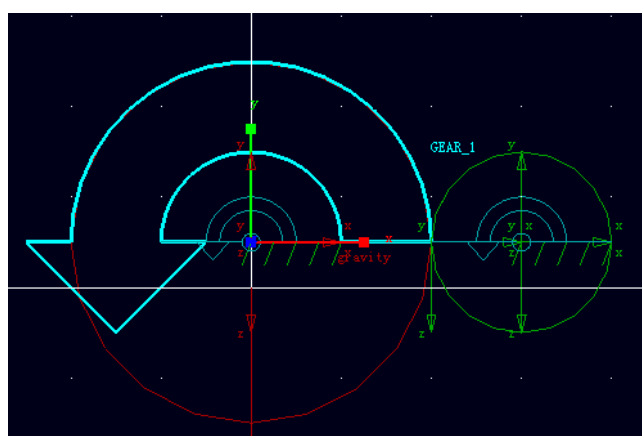

图 4-10 齿轮上的旋转驱动
4.6 在 **ADAMS/View** 驱动库中选择旋转驱动 (**Rotational Joint Motion**) 按钮 ，在 **Speed** 一栏中输入 360，360 表示旋转驱动每秒钟旋转 360 度。在 **ADAMS/View** 工作窗口中，两个齿轮中任选一个作为主动齿轮，本设计中选择左边的齿轮 (红色的)，用鼠标左键点击齿轮上的旋转副 (**JOINT\_1**)，一个旋转驱动创建出来，如图 4-10 所示，图中显亮的部分为旋转驱动。